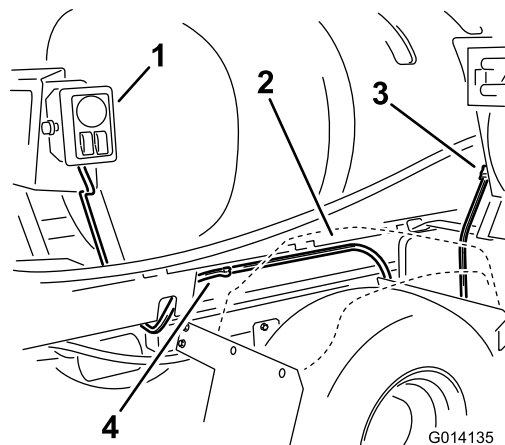

图18
6. 在控制箱处，将带有软管卷接头的剩余线束向前布置到机器的右侧，位于药缸滑轨和右后挡板（图18）之间。用两个压入式接头将线束紧固到药缸滑移架。